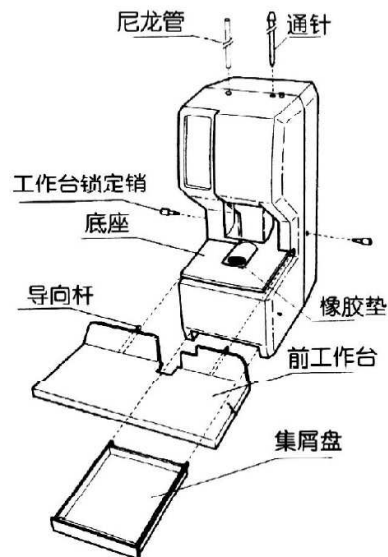

图2
| 1. 入料口（尼龙管） | 2. 操作面板（图2） |
- 2) 前工作台及集屑盘的装配位置如图2。
- 3) 通针、橡胶垫、尼龙管是本机的配件、装配位置如图2。